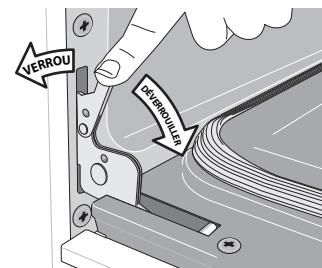

Figure 21 : Verrous des charnières de porte
2. Tirer les verrous des charnières de gauche et de droite complètement vers le bas du cadre de four, vers la porte du four (voir Figure 21). Il peut être nécessaire d'utiliser un tournevis plat.
4. Pousser les verrous de charnière vers le haut et de part et d'autre du cadre de four à la position de verrouillage (voir Figure 21).